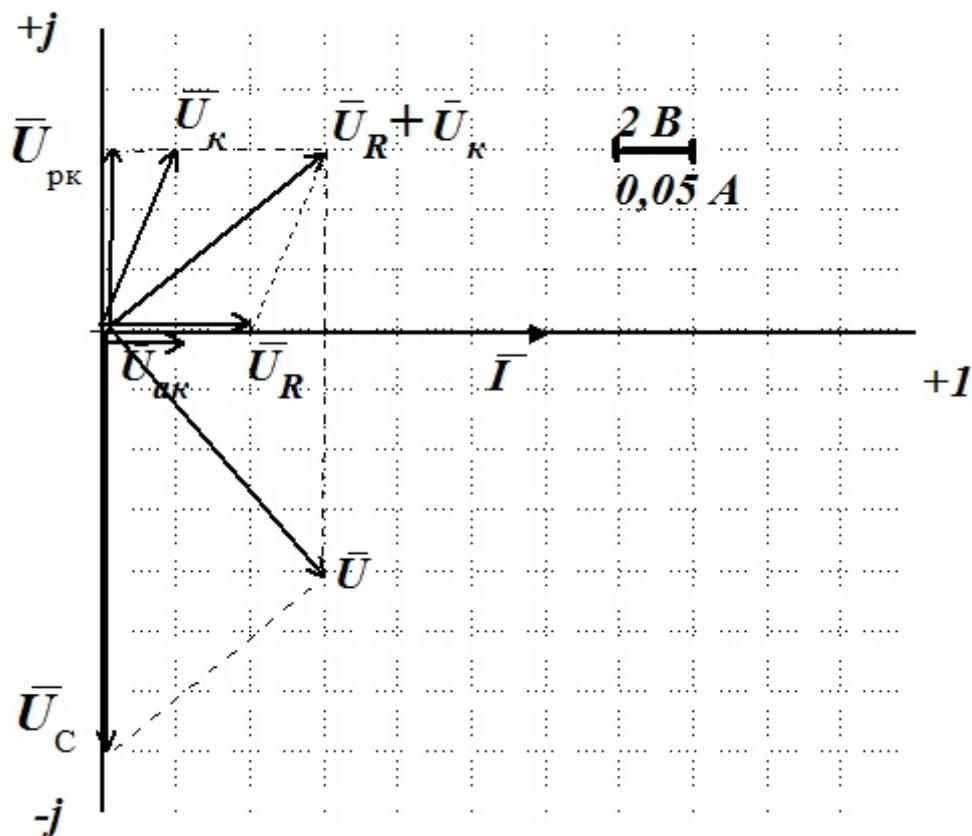

Рис. 2.11. Векторная диаграмма для цепи с последовательно включенными резистором, реальной катушкой индуктивности и конденсатором
**Пример построения векторной диаграммы (рис. 2.11), с последовательно включенными резистором, реальной катушкой индуктивности и конденсатором:** пусть  $U_R=4\text{ В}$ ,  $U_{ак}=2\text{ В}$ ,  $U_{рк}=6\text{ В}$ ,  $U_C=14\text{ В}$ ,  $U=10\text{ В}$ ,  $I=0,3\text{ А}$ .